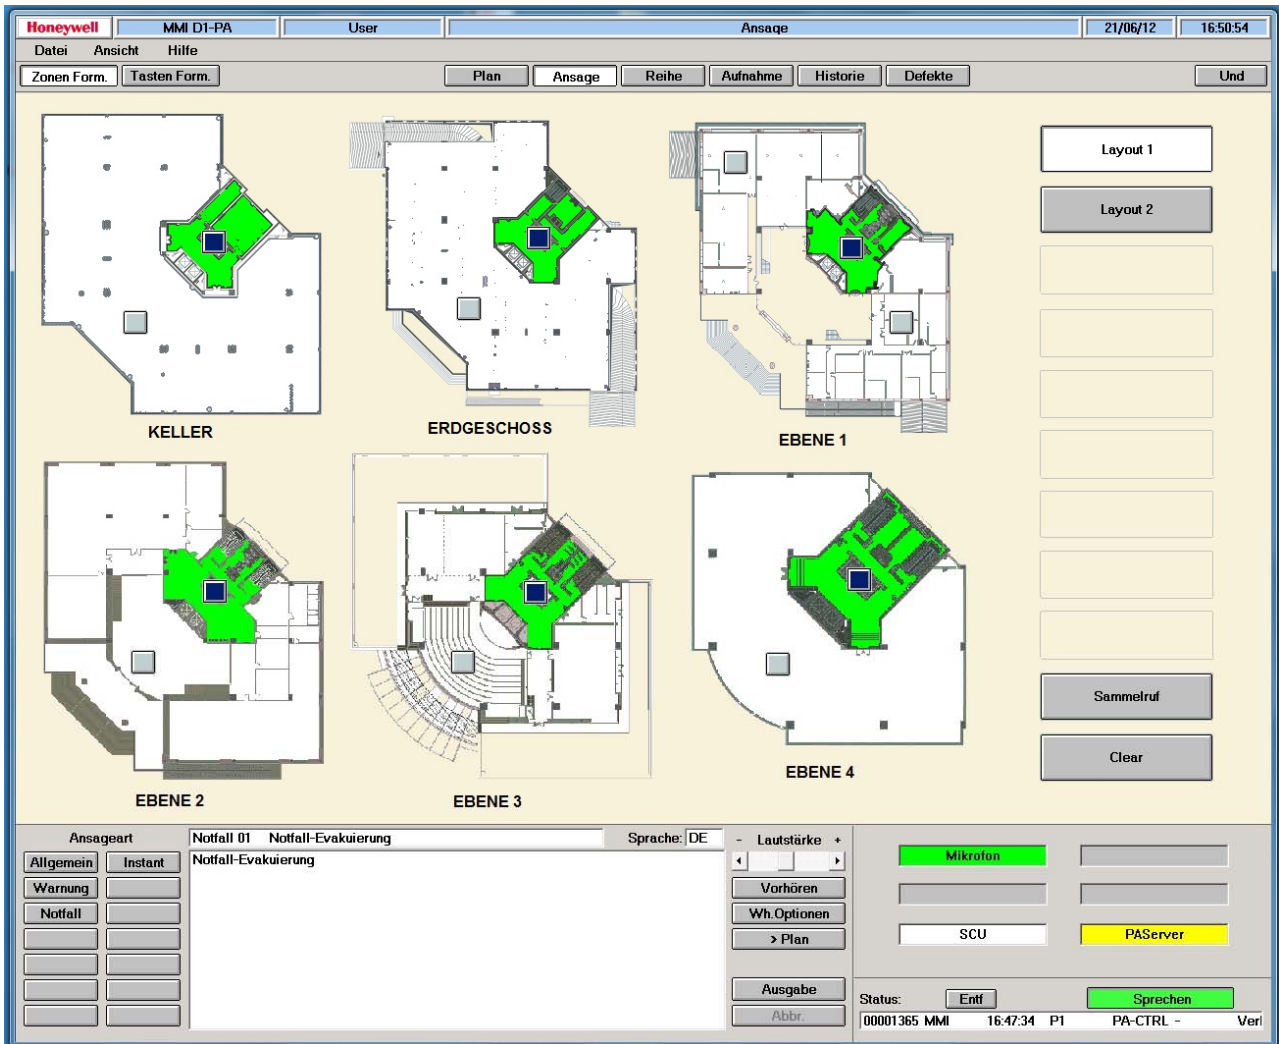

Abb. 29: PAMMI Plus-Ansicht während einer Live-Durchsage
Abb. 29 zeigt die Ansicht des PAMMI Plus während einer laufenden Live-Durchsage auf die im Zonenansichtsfenster ausgewählten Zonen.
- Nach erfolgter Durchschaltung des Mikrofons werden die aufgeschalteten Zonen grün angezeigt, die Sprechstaste am PAMMI Plus-Bildschirm wird ebenfalls grün (siehe Abb. 29).